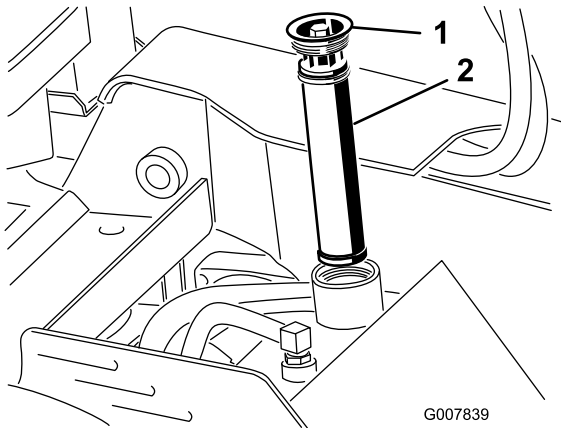

図 62
4. 古いフィルタを外して捨てる 図 62。
5. 新しいフィルタを取り付け、キャップ 図 62 をして上部ボルトを  $13-15.5 \text{ N}\cdot\text{m}$   $2.3-2.8 \text{ kg}\cdot\text{m} = 110-140 \text{ in}\cdot\text{lb}$  にトルク締めする。
7. 油圧オイルタンクのフィルタとキャップ 図 62 を取る。
12. フィルタを取り付け、キャップ 図 62 をして上部ボルトを  $13-15.5 \text{ N}\cdot\text{m}$   $2.3-2.8 \text{ kg}\cdot\text{m} = 110-140 \text{ in}\cdot\text{lb}$  にトルク締めする。